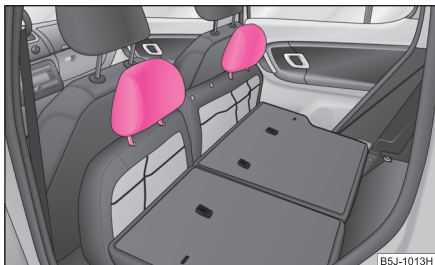

Fig. 54 Scaunele din spate: Tetierele în scaunele din spate
- Tetierele se pot introduce în orificiile corespunzătoare ale banchetei rabatate ⇒ pagina 61, fig. 54.